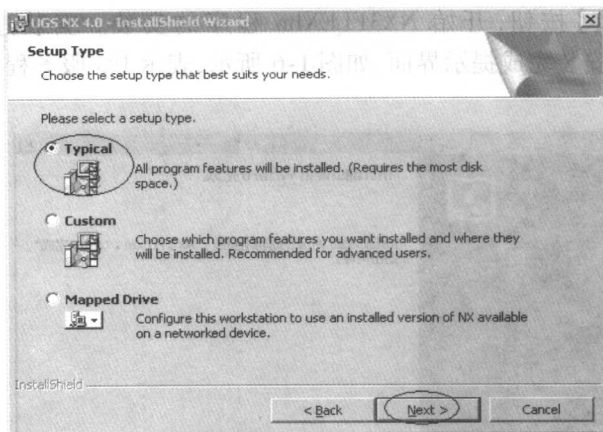

图 1-8 安装类型选择界面
(10) 单击【下一步】按钮,进入安装类型选择界面,如图 1-8 所示,选择【典型】安装。